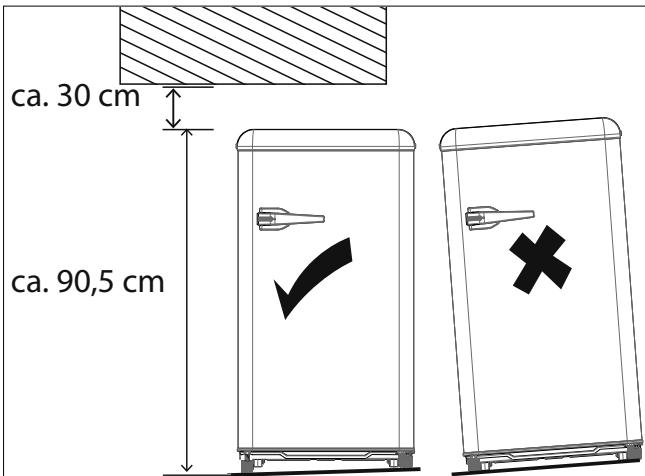

Fig. 4 – Altura mínima del espacio, nivelar el aparato
- Nivela el aparato y compense las irregularidades del suelo enroscando de forma correspondiente los pies de apoyo (3) (véase Fig. 4).